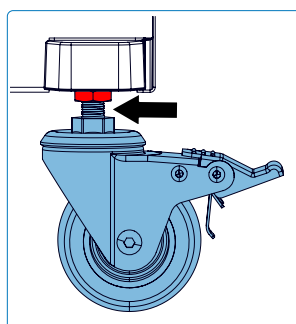
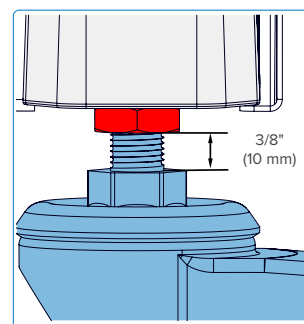

Fig. 19
Fig. 20
5. Une fois la hauteur souhaitée atteinte, serrez l'écrou de retenue contre la base de l'appareil pour fixer la roulette dans sa nouvelle position. Ne dépassez pas 3/8" (10 mm) lors du réglage (**Fig.19 & Fig.20**). Répétez cette procédure sur les roulettes restantes jusqu'à ce que le gril soit de niveau et entièrement soutenu à chaque coin.